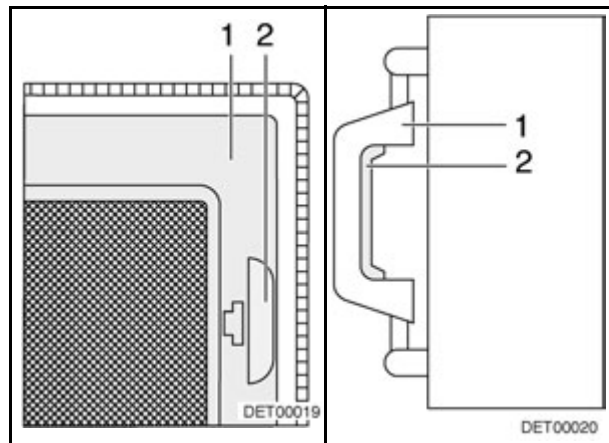

Fig. 37 Moustiquaire Fig. 38 Lanterneau, poignée
- Tirer sur la poignée (Fig. 37,2).
- Rabattre la moustiquaire (Fig. 37,1) vers le bas.
- Faire basculer la moustiquaire (Fig. 37,1) vers le haut jusqu'à ce qu'elle s'enclenche.